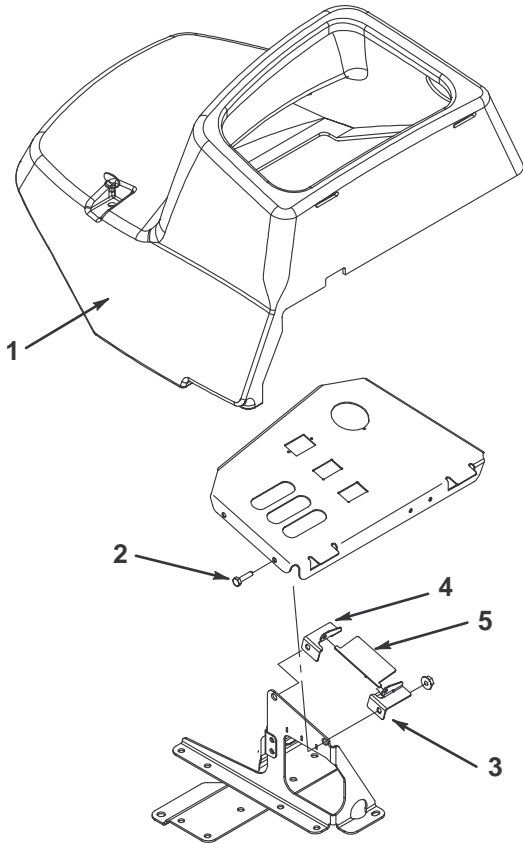

図 1
1. コントロール・パネルのカバーを外す (図1)
2. コントロール・パネル前部の下のキャップスクリュー (図1) を探す。
3. 昇降レバー用のスロットを通して、キャップスクリューに左ラッチ・ブラケットを通し、フランジ・ナット (1/4-20) で仮止めする (図1)。
4. 同様にして、右ラッチ・ブラケットを通し、フランジ・ナット (1/4-20) で仮止めする (図1)。
5. ラッチ両側についている耳を左右のブラケットに通す (図1)。